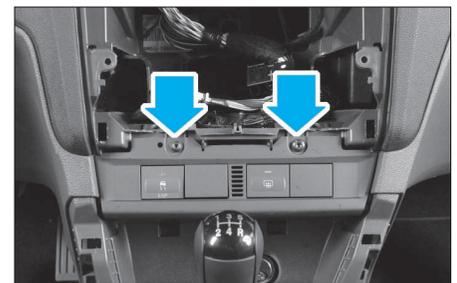

FIG. 43
- le panneau des commutateurs de console centrale (Fig.43).